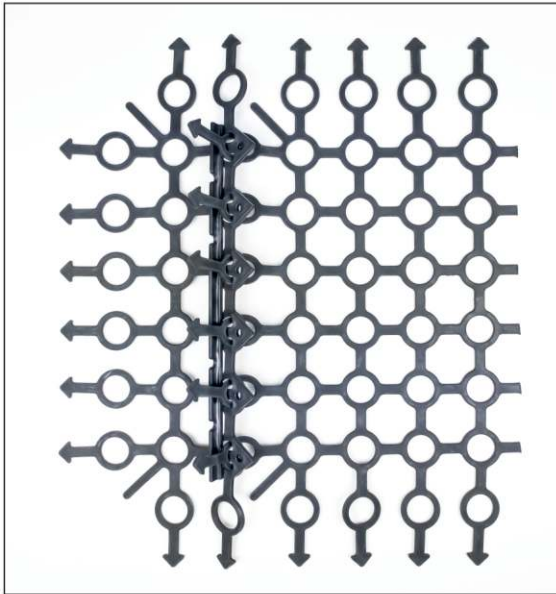

Рис. 9
5.2.4. Отрезанная часть модуля так же может быть использована по назначению (рис. 9).